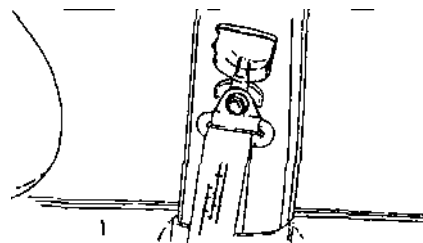

Рис. 9.2.
- Выкрутить болт верхнего крепления ремня безопасности к центральной стойке кузова (рис. 9.2) и снять ремень.